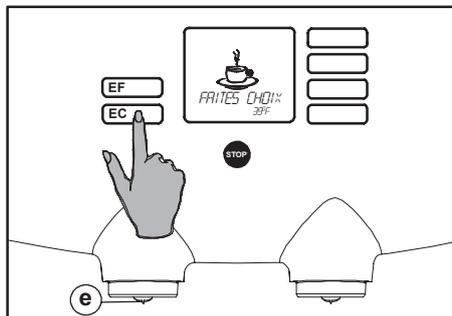

Fig. 19 Bouton d'eau chaude / bouton d'eau froide*
2. Appuyez le bouton de sélection de l'eau chaude (fig. 19).
- Maintenant le distributeur verse l'eau chaude par le bec de sortie de gauche (fig. 19 e) et s'arrête automatiquement après avoir rempli la tasse.
4. Maintenez le bouton de sélection enfoncé jusqu'à ce que la quantité souhaitée d'eau chaude ait été versée (fig. 19).